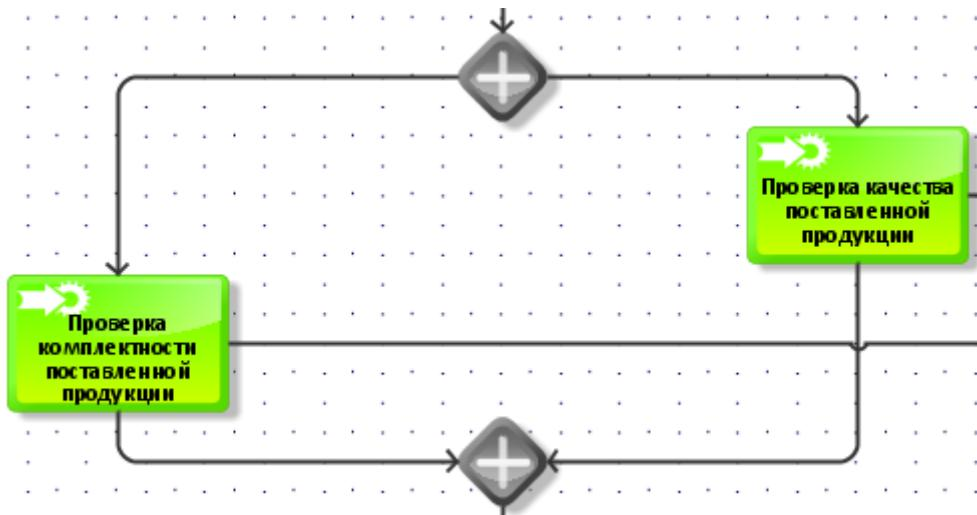

Рисунок 2.35
6) работу «Проверка комплектности и качества поставленной продукции» необходимо заменить конструкцией на основе объектов «AND rule» (рисунок 2.35), продемонстрировав параллельное выполнение работ «Проверка комплектности поставленной продукции» и «Проверка качества поставленной продукции»;